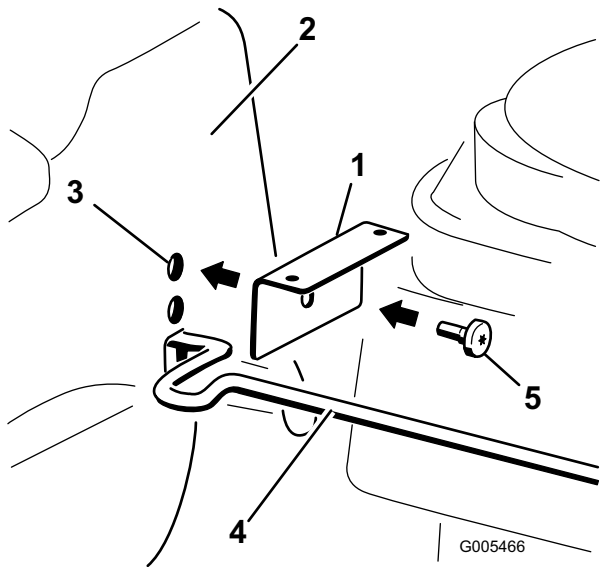

Bild 4
3. Befestigen Sie eine Halterung außen am oberen Loch in der Gondel, siehe Bild 4.